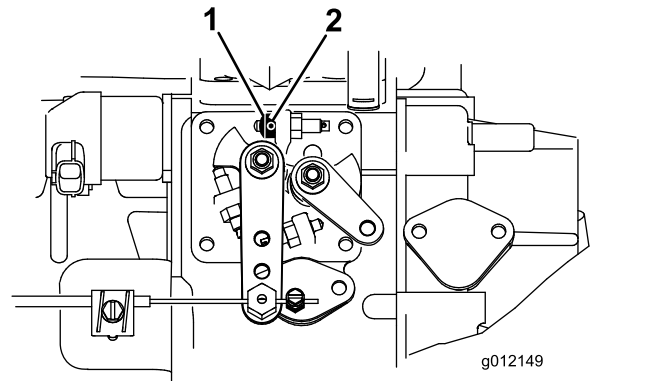

図 7
1. スロットルストップについている固定ねじをゆるめる 図 7。
2. スロットルストップを、ハイアイドルねじに当たるまで寄せる 図 7。スロットルストップの面取りされている端部が外側を向くようにする。